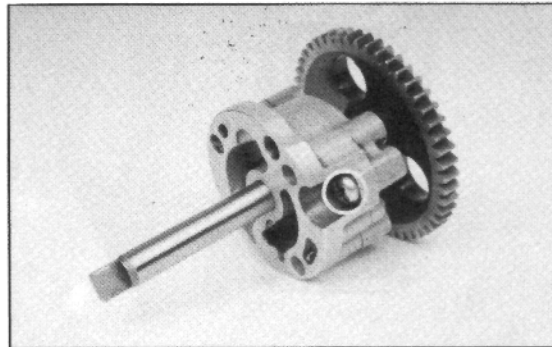

Bild 161
- Gehäuseschraube an Pumpenrückseite ausdrehen und Rückdeckel abnehmen. Siehe Bild 161. Dabei auf Verbleib der zwei Pass-Stifte achten.